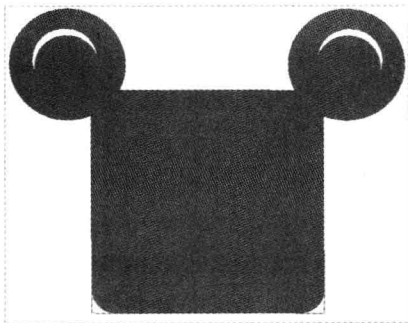

图 10-76 顶点倒圆角曲面
Step 04 单击“应用并保存在工具中所做的所有更改,然后关闭工具操控板”按钮,即可顶点倒圆角曲面,如图 10-76 所示。